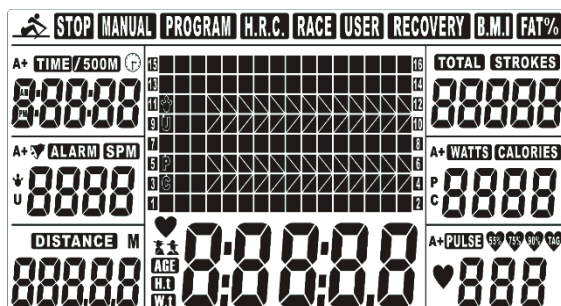

FIG 1
A. Installer 4PCS AA batteries→ un bip long pendant 2 secondes (Fig 1)